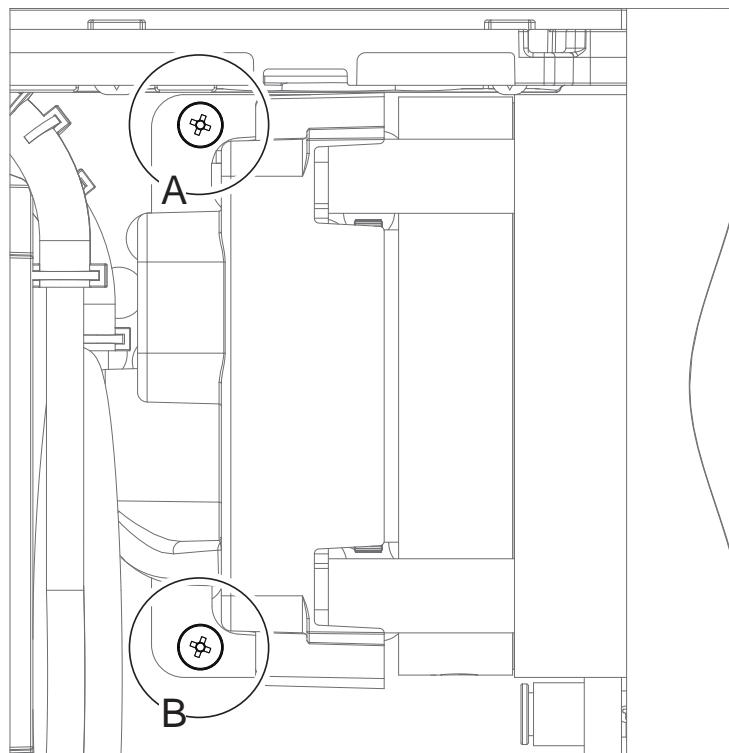
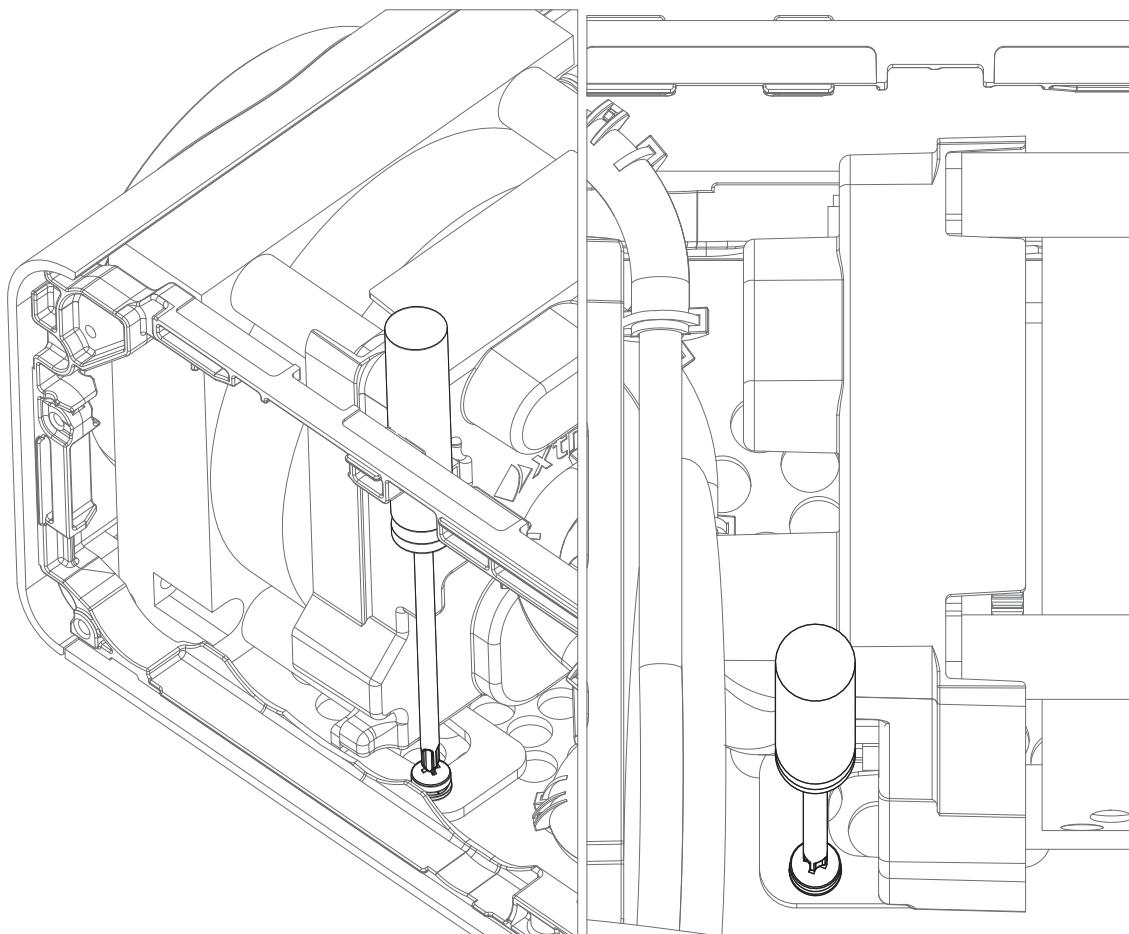

Рис. 7-21: Снятие винтов крепления поворотного клапана
Рис. 7-22: Снятие винтов крепления поворотного клапана
6. Открутите два винта (A и B), которые крепят поворотный клапан к пластине основания (Рис. 7-21, Рис. 7-22).